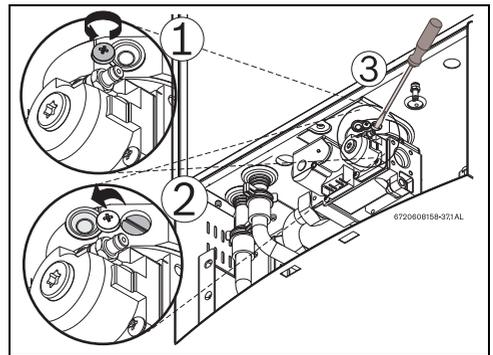

Fig. 46 Réglage de CO₂ en mode P1
- ▶ Desserrer la vis Philips scellée par de la peinture jaune (Fig. 46, pos. 1) et enlever le couvercle de protection (Fig. 46, pos. 2) de façon à ce que la vis de réglage soit visible (Fig. 46, pos. 3).
- ▶ Mettre le couvercle de protection sur la position initiale et serrer la vis Philips (Fig. 46).